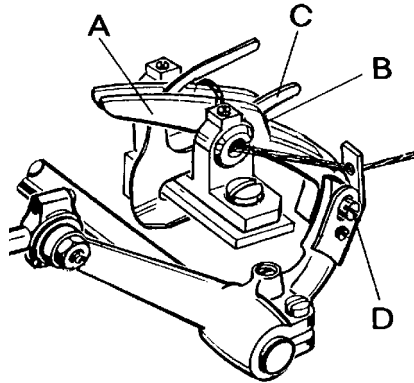

Fig. 23
On the two thread double locked stitch machines, the height of the looper thread take-up (A, Fig. 23) is set so that the cast-off hook (C) forces the looper thread over the corner (B) of the looper thread take-up (A) at the time the point of the descending needle is flush with the lower edge of looper or projects up to 1 mm (0.40 in.) below the lower edge of looper.
For setting the looper thread take-up loosen screw (D, Fig. 23). When the needle point is positioned above the lower edge of looper, the looper thread take-up (A) has to be raised accordingly. When the needle point is positioned more than 1 mm (.040 in.) below the lower edge of looper the looper thread take-up (A) has to be lowered accordingly. Retighten screw (D).
Bei den Zweifaden-Doppelkettenstich-Nähmaschinen wird die Höhe des Greiferfadenaufnehmers (A, Fig. 23) so eingestellt, daß der Greiferfadenabzugshaken (C) den Greiferfaden zu dem Zeitpunkt über die Ecke (B) am Greiferfadenaufnehmer (A) abwirft, wenn die Spitze der sich nach unten bewegenden Nadel mit der Unterkante des Greifers bündig ist oder bis zu 1 mm unterhalb der Greiferunterkante steht.
Zur Einstellung des Greiferfadenaufnehmers lösen Sie die Schraube (D, Fig. 23). Steht die Nadelspitze oberhalb der Greiferunterkante, muß der Greiferfadenaufnehmer (A) entsprechend höher gestellt werden. Steht die Nadelspitze mehr als 1 mm unter der Greiferunterkante, muß der Greiferfadenaufnehmer entsprechend tiefer gestellt werden. Ziehen Sie die Schraube (D) wieder an.